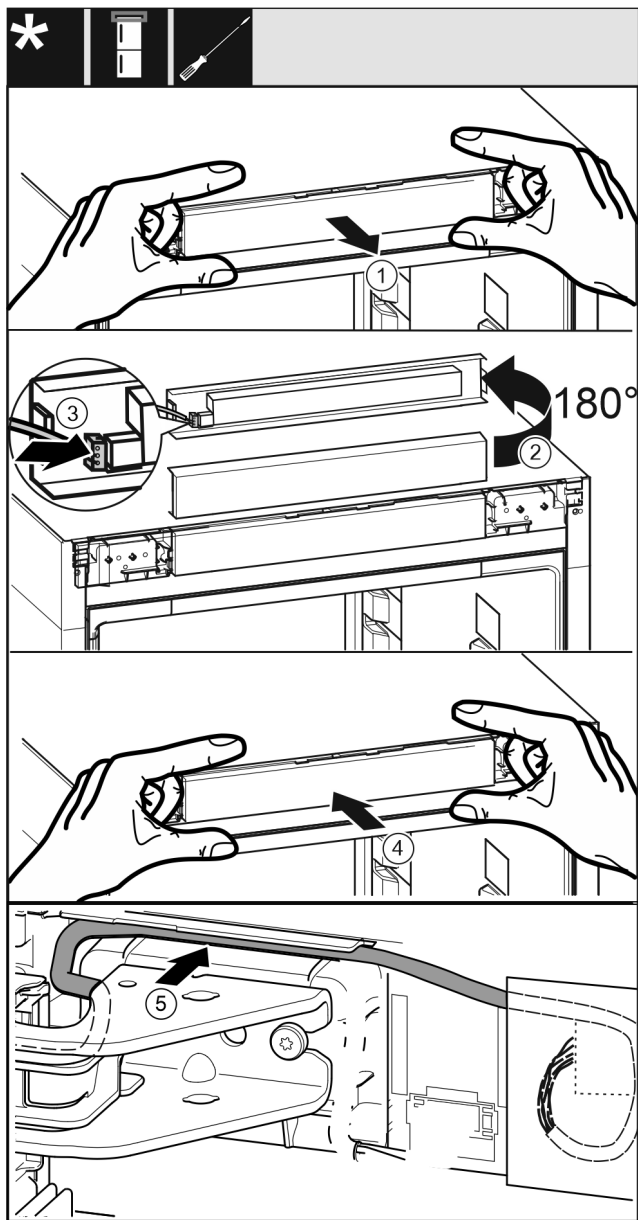

Fig. 44
- ▶ Óvatosan vegye ki a kezelőpanelt Fig. 44 (1).
- ▶ Fordítsa felfelé a kezelőpanelt Fig. 44 (2) 180°-kal.
- ▶ Pattintsa rá a dugót Fig. 44 (3) a kezelőelem paneljére.
- ▶ Pattintsa vissza a kezelőpanelt Fig. 44 (4) a készülékre.
- ▶ Vezesse el óvatosan a kábelt Fig. 44 (5) a felső csapágybak fölötti vezetősínben.